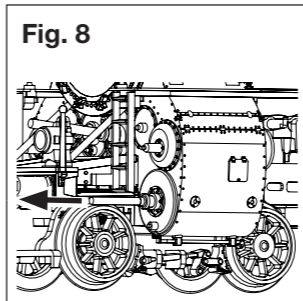

Fig. 8
**Hinweis:** Falls diese Lok bereits ab Werk mit angesteckten Kolbenschutzrohren ausgestattet ist, müssen diese für Fahrbetrieb abgenommen werden (Fig. 8). Ansonsten besteht Entgleisungsgefahr.
**Note:** If this loco is already factory equipped with inserted piston protection tubes, these must be removed for driving (Fig. 8). Otherwise, there is danger of derailment.
**Note:** Si ce locomotive est équipé départ usine de tubes protection piston insérés, ils doivent être les retirés au conduite (Fig. 8). Sinon, il ya danger de déraillement.
**Opmerking:** Als deze locomotief al in de fabriek uitgerust met ingevoegd zuiger beschermingsbuizen, moeten zij worden verwijderd voor het rijden (Fig. 8). Anders bestaat het gevaar van ontsporing.
**Note:** Hvis denne lokomotiv er fra fabrikken udstyret med indsatte stempel beskyttelsesrør, skal de fjernes ved driften af køretøjer (Fig. 8). Ellers er der fare for atsporing.
**Nota:** Se la locomotiva viene fabbrica con tubi elastiche inserite protezione, essi devono essere rimossi per il funzionamento della locomotiva (Fig. 8). In caso contrario, sussiste il pericolo di deragliamento.